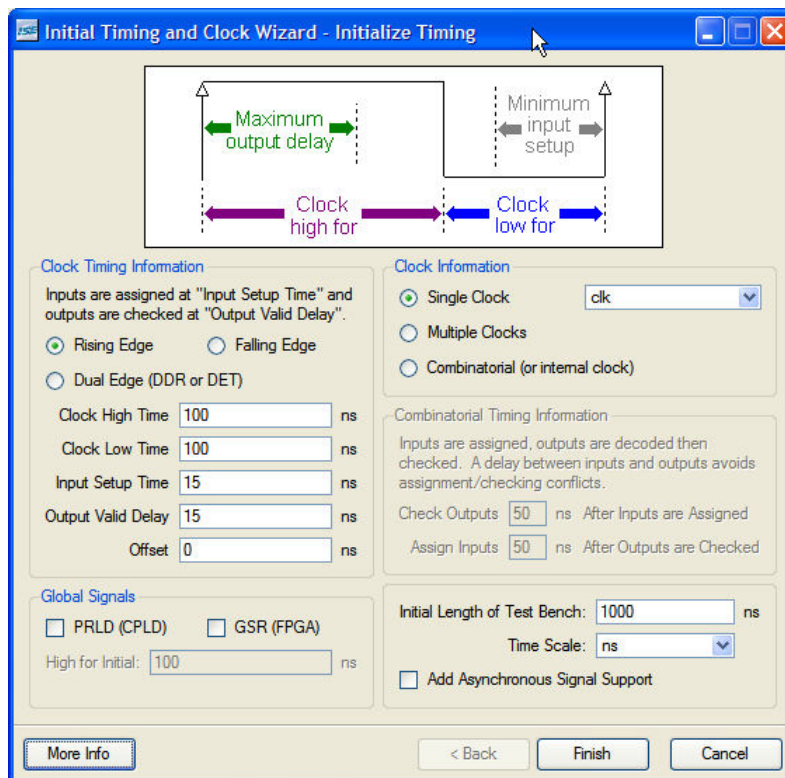

Figura 1. Fereastra *Initialize Timing* a programului *HDL Bench*.
- În fereastra *Initialize Timing*, se pot seta parametrii de timp ai semnalului de ceas, ai semnalelor de intrare și ai celor de ieșire. Pentru acești parametri, păstrați valorile implicite. Aceste valori sunt ilustrate în Figura 1. Deselectați opțiunea *GSR (FPGA)* din zona *Global Signals*. Selectați apoi butonul *Finish*, prin care se va afișa fereastra programului *HDL Bench*, conținând semnalele de intrare și de ieșire ale numărătorului. Semnalul de ceas *clk* este inițializat în mod automat conform parametrilor care au fost setați în fereastra *Initialize Timing*.